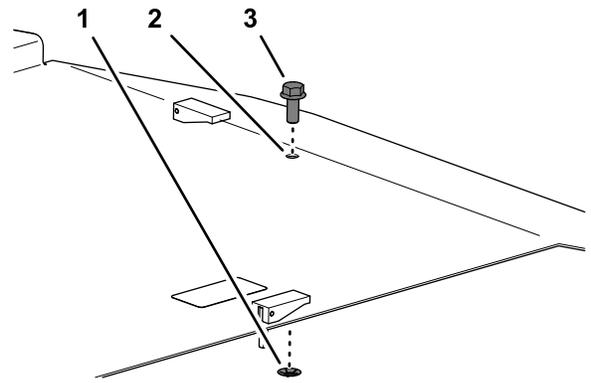

図 4
- デッキカバーにボルト固定しているプッシュナットを外して、カバーからボルトを外す 図 4。